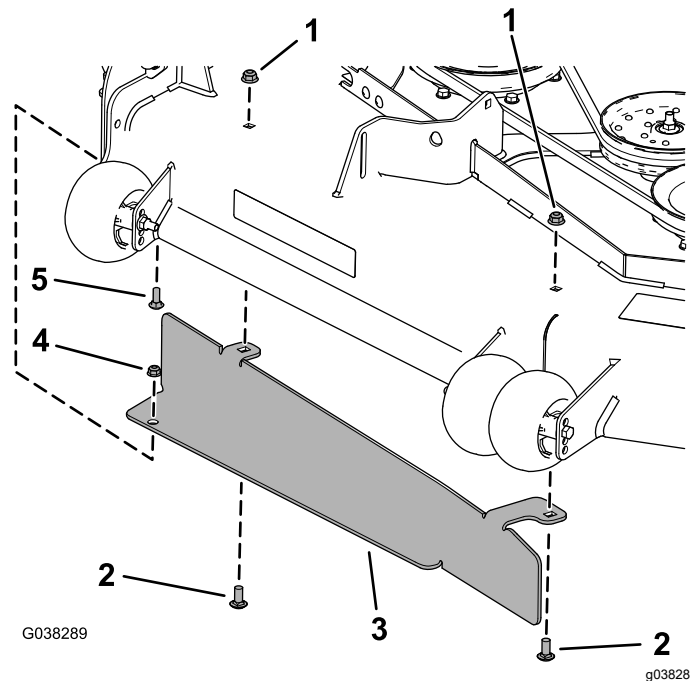

Bild 35
- Befestigen Sie das Ablenkblech mit der Schlossschraube ($\frac{5}{16}$ " x $\frac{7}{8}$ "), der Bundmutter ($\frac{5}{16}$ "), zwei Schlossschrauben ($\frac{3}{8}$ " x $\frac{7}{8}$ ") und zwei Bundmuttern ($\frac{3}{8}$ "), wie in Bild 35 abgebildet.